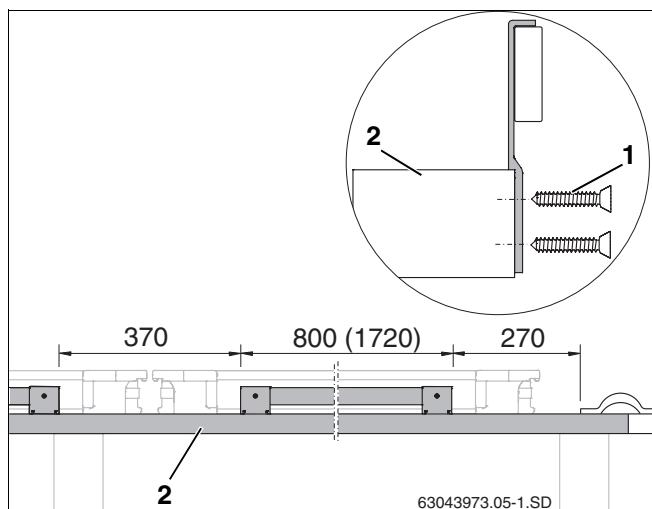

Fig. 11 Fixação das protecções contra deslizamento à ripa do telhado (medidas em mm, valor entre parêntesis = tipo horizontal)
- ▶ Colocar a protecção contra deslizamento previamente montada sobre a primeira ripa de telhado adicional (fig. 11, **item 2**) e fixá-la com dois parafusos 4 × 40 (fig. 11, **item 1**) (prestar atenção às medidas).